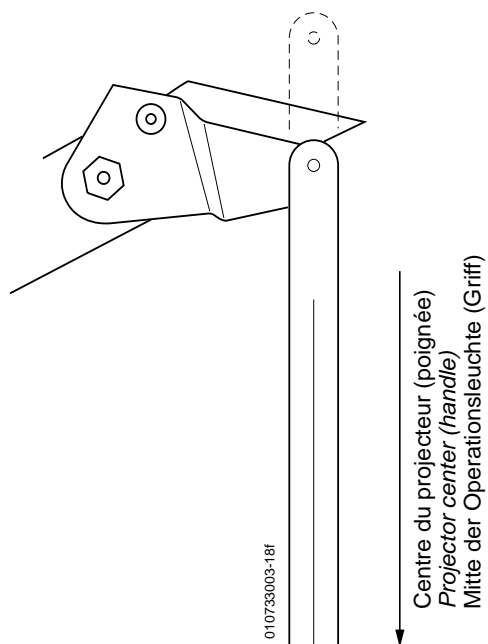

FIG. 5
b) tourner la poignée de focalisation et amener la biellette servant à l'articulation du miroir en limite de course côté centre du projecteur (FIG. 5).
b) *turn the focusing handle and bring the connecting-rod used for mirror articulation (see drawing) in limit of motion when moving toward the center of the lighthouse (FIG. 5).*
b) Den Fokussierungsknopf drehen um die zur Bewegung des Spiegels dienende Stange zur Endlage, auf der Mitte der Operationsleuchte, zu bringen (Abb. 5).